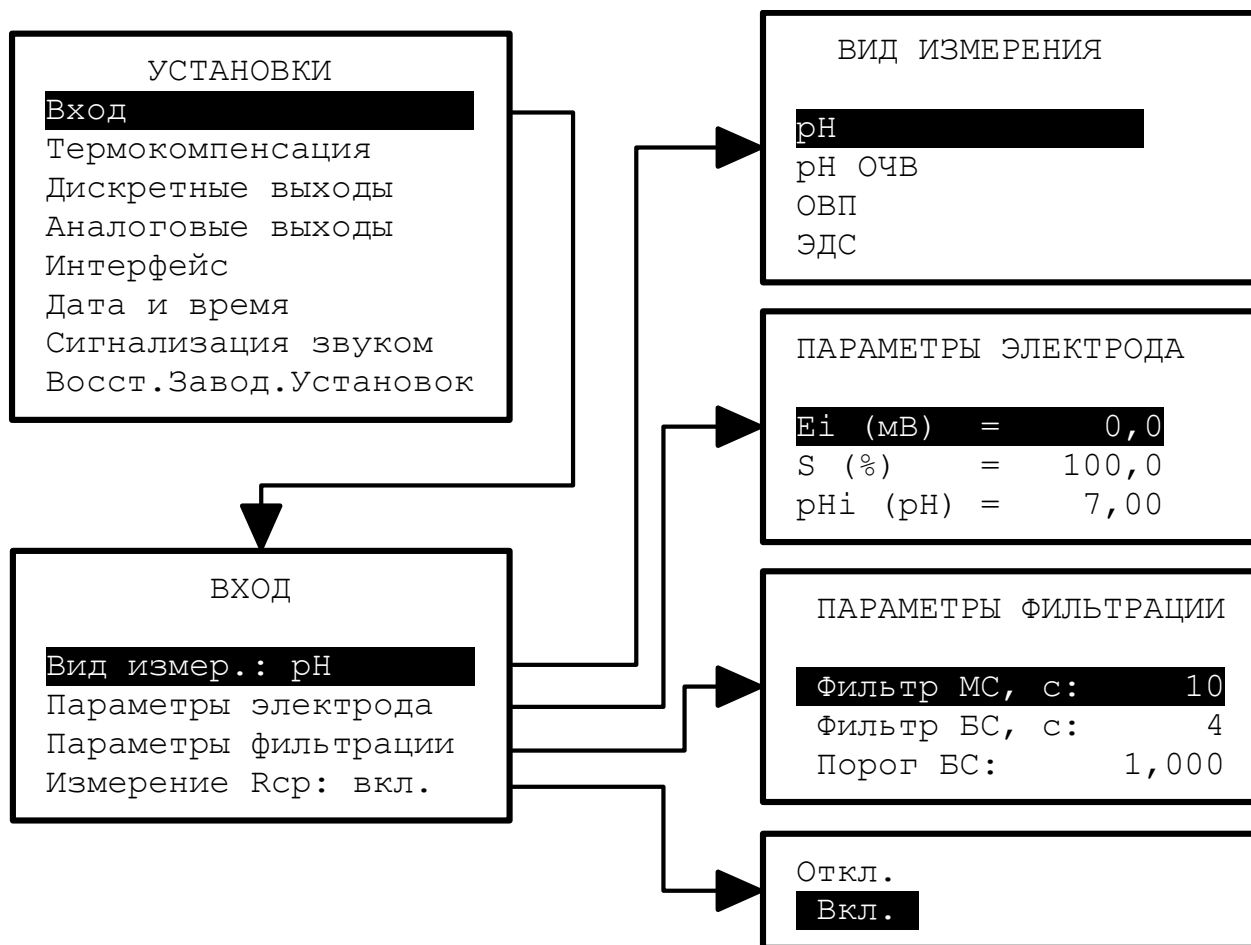

Рисунок 9 - Меню «ВХОД»
3.3.1.8 **рН** - цифровое отображение результатов измерений выбранного основного параметра. Вид измерения основного параметра: **рН**, **рН ОЧВ**, **ОВП** или **ЭДС** устанавливается в «ГЛАВНОМ МЕНЮ - Установки - Вход - Вид измерения» (смотри Рисунок 9).
В данном меню (смотри Рисунок 9) устанавливаются вид измерения основного параметра, параметры электрода, параметры фильтрации и включается или выключается диагностика электрода.